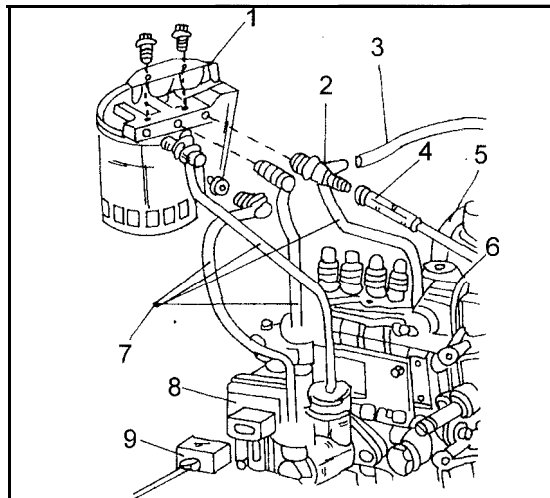

Bild 214
- Die folgenden Arbeiten unter Bezug auf Bild 214 durchführen. Zuerst die Kraftstoffleitungen (9) vom Kraftstofffilter abschrauben. Dabei auf auslaufenden Dieseldieselkraftstoff achten. Die unter den Anschlüssen sitzenden Dichtringe müssen immer erneuert werden. Danach die Leckölleitung (3) und die Rücklaufleitung (4) vom Verbindungsstück (2) abschliessen.
- Die Unterdruckleitung (5) von der Unterdruckdose für die Motorabstellung (8) abschliessen.
- Den Kabelstecker (9) vom elektronischen Absperrventil (8) abziehen.